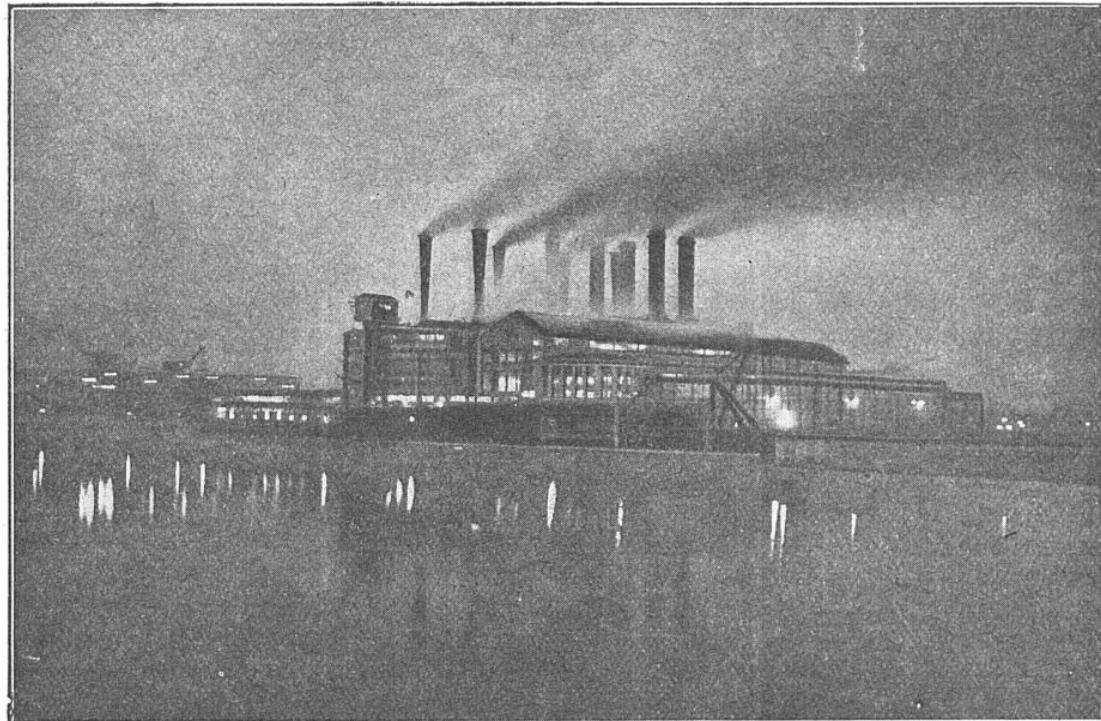

FIG. 4. — LA SUPERCENTRALE ÉLECTROTHERMIQUE DE GENNEVILLIERS, PRÈS DE PARIS
90.000 volts de la Compagnie du chemin de fer de Paris à Orléans (1), reliées, d'autre part, aux usines hydroélectriques d'Eguzon (2) (Indre) et de Coindre (Cantal) dont la production est absorbée, en grande partie, par la traction électrique sur la ligne Paris-Vierzon.
La production de l'énergie distribuée par ce réseau est assurée, principalement, par la supercentrale de Gennevilliers dont la figure 4 donne une vue d'ensemble (3). Construite en 1921, cette usine, dotée des derniers perfectionnements de la technique, a remplacé toutes les
(1) Voir *La Science et la Vie*, n° 118, page 270.
(2) Voir *La Science et la Vie*, n° 110, page 108.
(3) Voir *La Science et la Vie*, n° 63, page 3.